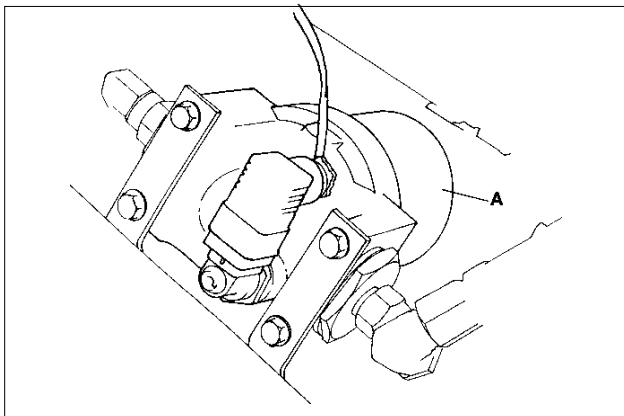

Fig.28
Change hydraulic suction filter as soon as warning light illuminates. Remove oil filter canister (A Fig.28) from beside the engine and discard, replace with new one.
Vervang het hydrauliekzuigfilter onmiddellijk wanneer het controlelampje oplicht. Verwijder de oliefilterbus (A afb. 28) en gooi de bus weg. Installeer een nieuwe oliefilterbus.
- (b) Câbles de freins (A fig. 28)
- (c) Pivot central de l'axe (B fig. 28)